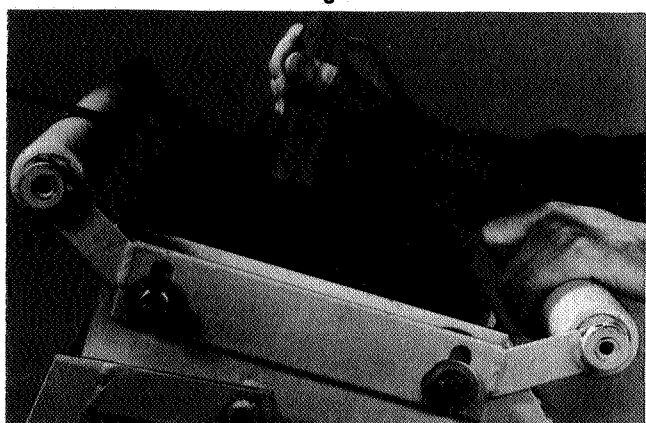

Fig.63
Check as shown in Fig. 63 at each end of the unit to ensure that the rolls are parallel with each other.
1. Sechskantschrauben lockern (B).
2. Den Einstellknopf (A) zum Verringern der Schnittiefe im Uhrzeigersinn und zum Erhöhen im Gegenuhrzeigersinn drehen.
3. Die Sechskantschrauben (B) wieder festziehen. Gemäß Fig.63 an beiden Enden des Geräts kontrollieren, daß die Walzen parallel zueinander liegen.
Vérifier, comme indiqué à la Fig.63, chaque extrémité de l'élément pour s'assurer du parallélisme des rouleaux.